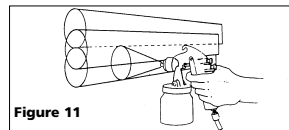

Figure 11
4. Chevaucher les coups juste assez pour obtenir une couche égale. (Voir Figure 11).